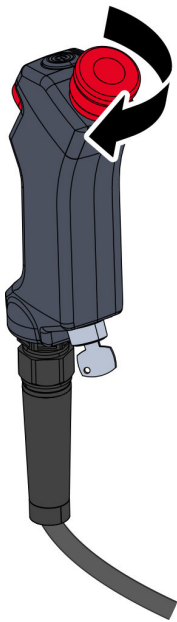

Abb. 70 Not-Halt-Taster entriegeln
02. Not-Halt-Taster durch Drehen im Uhrzeigersinn entriegeln (Abb. 70).